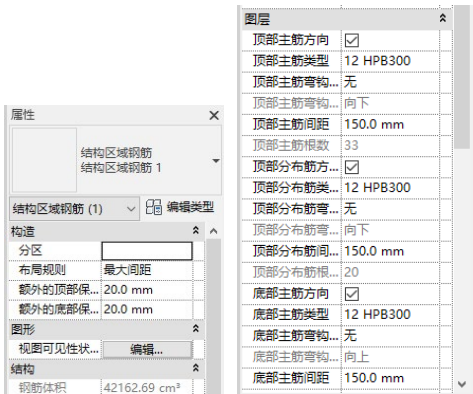

图 13-101 “属性”选项板
(4) 在“属性”选项板中设置“布局规则”为“最大间距”, “额外的顶部保护层偏移”和“额外的底部保护层偏移”为“20.0mm”, 设置“顶部主筋类型”“顶部分布筋类型”“底部主筋类型”“底部分布筋类型”为“12HPB300”, 设置“顶部主筋间距”“顶部分布筋间距”“底部主筋间距”“底部分布筋间距”为“150.0mm”, 如图 13-101 所示。
(5) 单击“属性”选项板中“视图可见性状态”栏中的“编辑”按钮 , 打开“钢筋图元视图可见性状态”对话框, 勾选“结构平面 2F”栏中的“清晰的视图”复选框, 其他采用